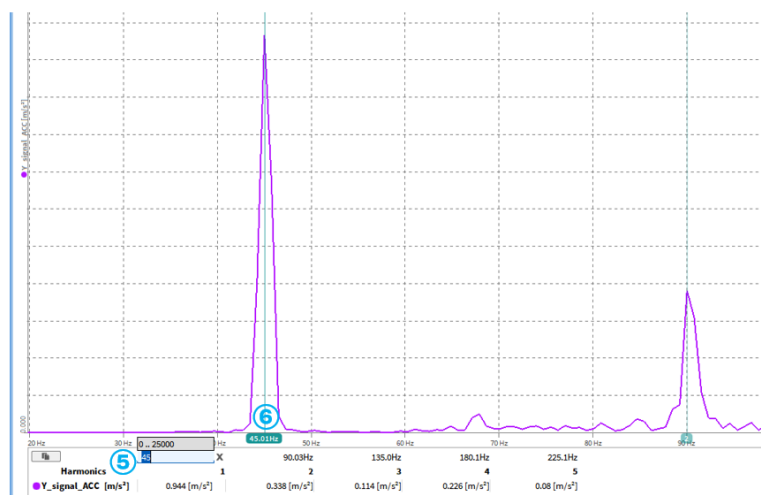

Abb. 8.64: Änderung der Cursorposition der ersten Harmonischen
Die Position aller Cursor kann geändert werden, indem eine neue Frequenz für die erste Harmonische eingetragen wird (siehe ⑤ in Abb. 8.64). Es ist zudem möglich, den ersten Harmonischen Cursor mit der Maus zu verschieben (siehe ⑥ in Abb. 8.64). In beiden Fällen werden die Positionen der übrigen Cursor automatisch angepasst.